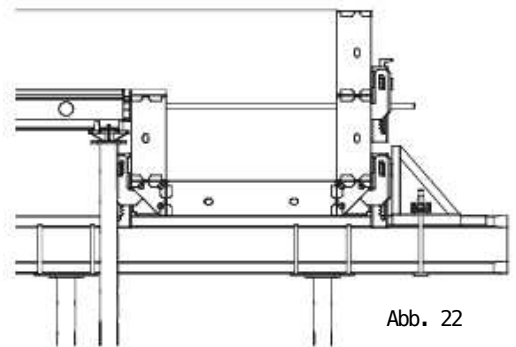

Abb. 22
11. Seitenabschalungen und Bodenschalungen der Unterzüge können mit konventioneller Schalung (Sperrholz oder Kanthölzer) oder der typischen Rahmenwandschalungselemente je nach Verfügbarkeit ausgeführt werden. (Abb. 22)